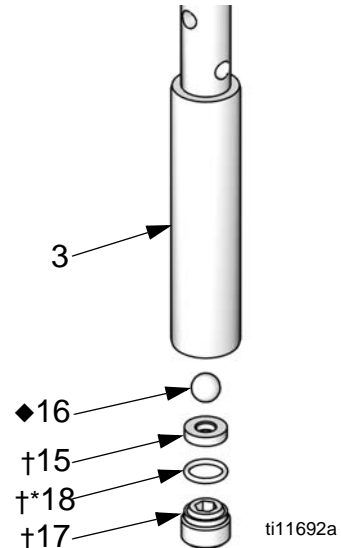

ABB. 5. Kolbenkugel und Sitz austauschen.
13. Den O-Ring (18*†), Sitz (15†) und Kugel (16◆) entfernen. Siehe ABB. 5.